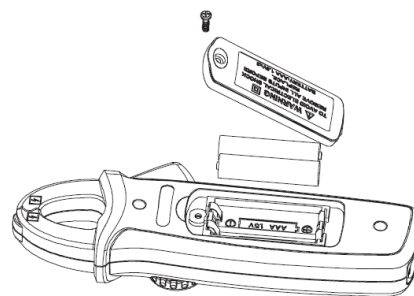

Рис.8
8.2.2.Отверните отвёрткой винт крепления задней крышки, откройте крышку батарейного отсека и выньте разряженные элементы питания как показано на рис.8.